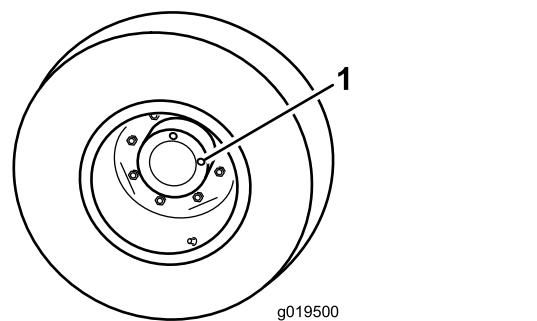

Figure 15
1. Amenez la machine sur une surface plane et horizontale, tournez la roue de sorte qu'un bouchon de contrôle (Figure 15) soit à la position 12 heures et l'autre à la position 3 heures.
1. Bouchon de contrôle/vidange (2)
- Retirez le bouchon qui est à la position 3 heures (Figure 15). Le niveau d'huile doit atteindre le bas de l'orifice de contrôle.